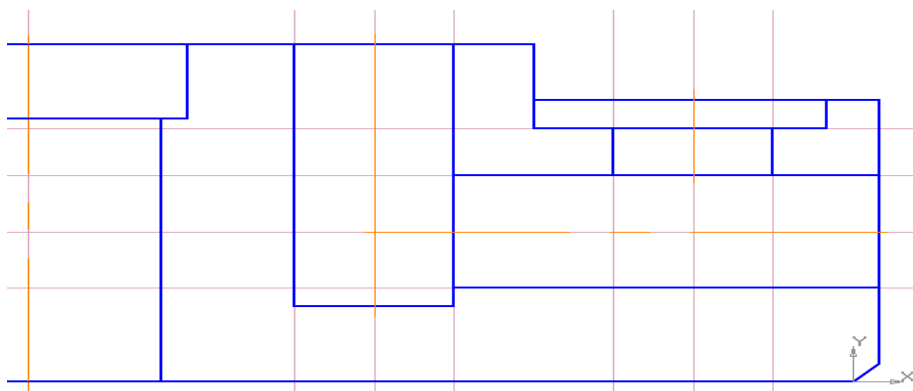

Рис. 27
- j. Выберите **отрезок** и начертите оси (стиль осевая) так как показано на рис. 27. Средине окружностей будет на **расстоянии 3** (для того чтобы удобно было чертить оси, воспользуйтесь **параллельной прямой**).